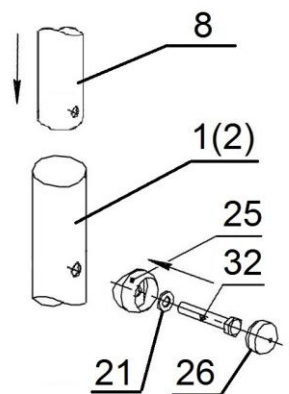

Рисунок 2
3.6. Установить 1 перекладину поз.3 на верхнюю часть лестницы, как показано на рис. 2. **Внимание: стойки имеют стыковочные отверстия.**
3.7. Используя соединительную втулку (поз.8) и стыковочное кольцо (поз.28) собрать верхние стойки (поз.2) с нижней частью лестницы как показано на рис.2,3.